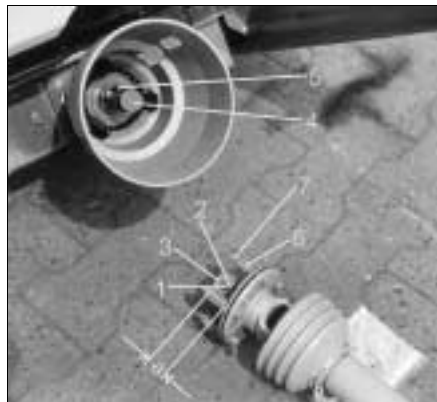

Fig. 42
- Kontermutter (Fig. 42/1) in Anschlußgabel von Reibkupplung lösen. Gewindestift (Fig. 42/2) herausdrehen.
- Federn (Fig. 42/6) durch Lösen der Muttern (Fig. 42/7) entlasten.